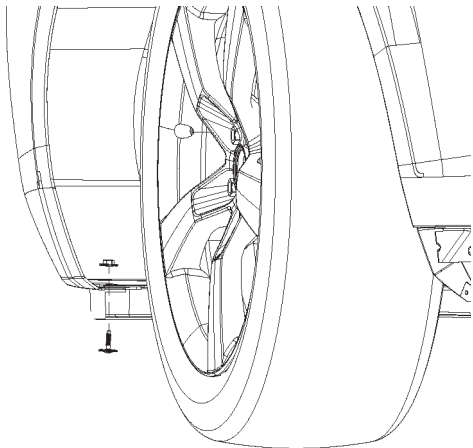

FIGURE 32
- Retirer le boulon et l'écrou en plastique du déflecteur d'air et les mettre au rebut. Un par côté. Se reporter à la Figure 32.